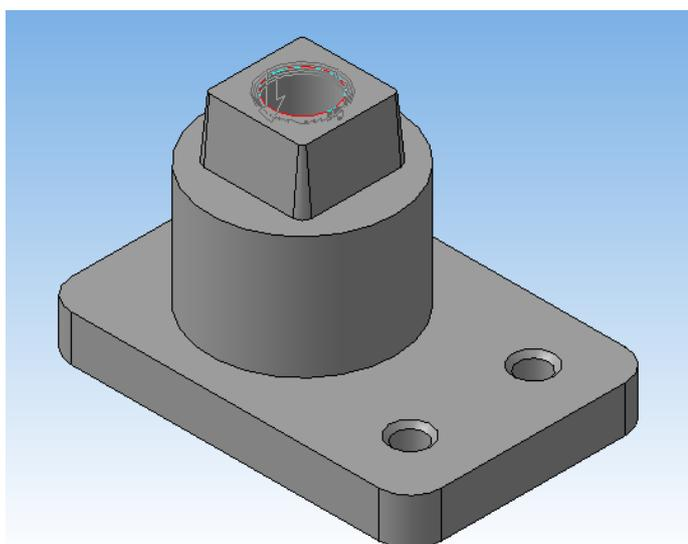

Рисунок 58
20. Выполните фаску, указав длину **2 мм** и угол **45** градусов (рисунок 58).